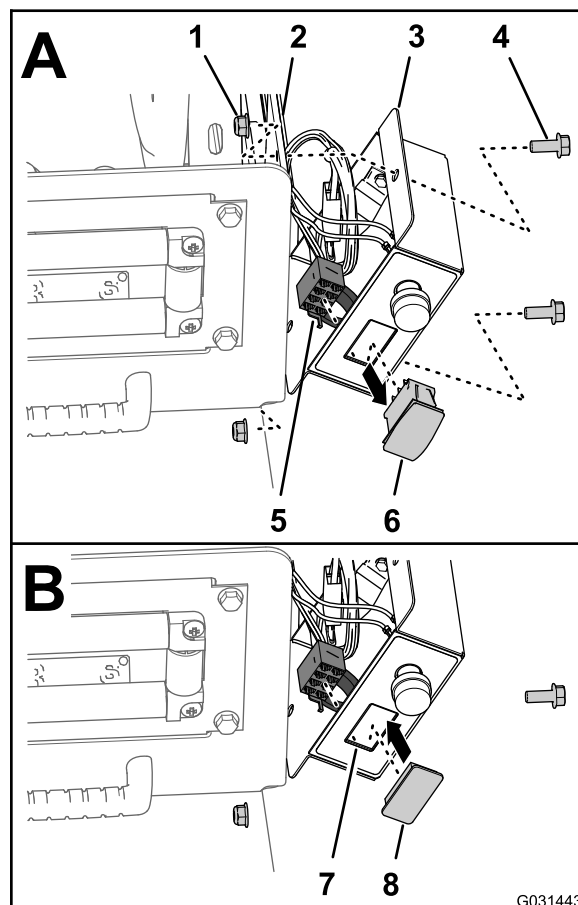

Рисунок 7
1. Удалите 2 болта (5/16 x 3/4 дюйма) и 2 контргайки (5/16 дюйма), которые крепят блок управления к монтажной плите барабана (Рисунок 7).
2. Отсоедините 8-гнездовой разъем жгута проводов блока управления от переключателя регулировки давления (Рисунок 7).
3. Проложите 8-гнездовой разъем внутрь блока управления (Рисунок 7).
4. Сожмите фиксирующие выступы переключателя регулировки давления и выдавите переключатель из блока управления (Рисунок 7).
5. Совместите заглушку переключателя с отверстием в блоке управления, откуда был извлечен переключатель (Рисунок 7).
надежно зафиксировав ее в крышке (Рисунок 7).
- Совместите блок управления с монтажной плитой барабана (Рисунок 7) и прикрепите блок к плите с помощью двух болтов (5/16 x 3/4 дюйма) и двух контргаек (5/16 дюйма).